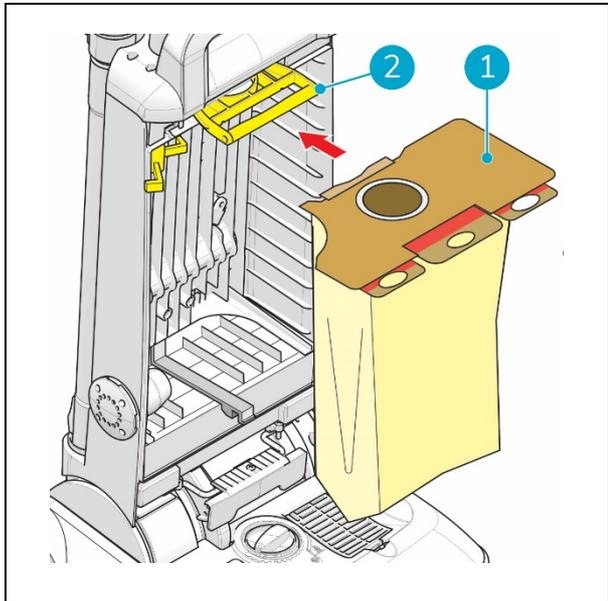

Figura 13
7. Far scorrere il colletto del cartone (Figura 13, pos 1) del sacchetto filtro negli slot per inserire completamente il sacchetto per la polvere.
8. Spingere la maniglia (Figura 13, pos 2) verso l'interno fino a quando non si blocca.